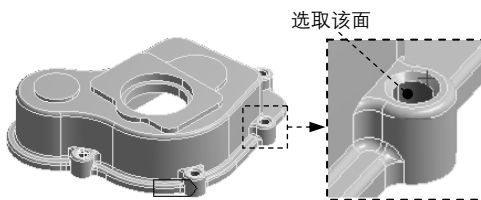

图 2.6.19 选取曲面 (四)
(1) 在图形区选中图 2.6.19 所示的曲面对象右击, 在弹出的快捷菜单中选择  Create Named Selection 命令, 弹出“Selection Name”对话框。